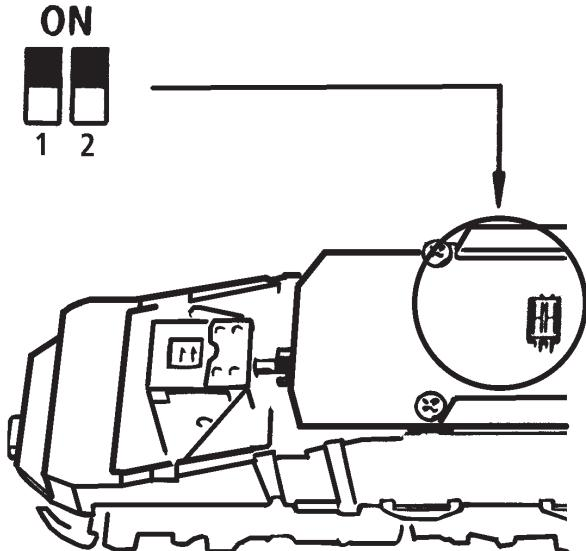

Fig. 7
**3. Haftreifenwechsel:** Zuerst den Getriebedekel abnehmen (Fig. 7). Danach den **Radsatz** herausnehmen und die **Haftreifen** mit einer Nadel od. mit einem feinen Schraubendreher abziehen (Fig. 9). Beim Aufziehen der neuen Haftreifen darauf achten, dass diese sich nicht verdrehen.
**3. Change of traction tyre:** Remove the gear cover (fig. 7). Take out **wheel set** and remove **traction tyre** using a pin or a fine screwdriver (fig. 9). When pressing on the new traction tyre please **avoid twisting it**.
**3. Échange des bandages d'adhérence:** Démontez d'abord **le couvercle du carter des engrenages** des engrenages (fig. 7). Délogez ensuite les essieux bandagées et enlevez, à l'aide d'une aiguille ou d'un tourne-vis fin, les bandages d'adhérence (fig. 9). Lors du montage des nouveaux bandages veuillez veiller à ce que les bandages **ne soient pas tordues**.
voir } Fig.7